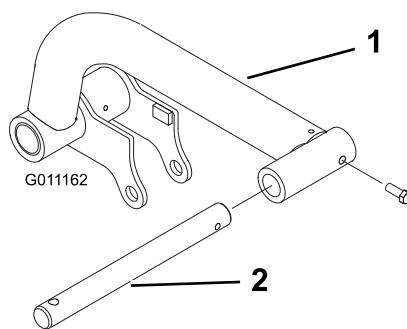

Figura 9
1. Inserte una barra de giro en cada brazo de elevación y alinee los taladros de montaje (Figura 9).